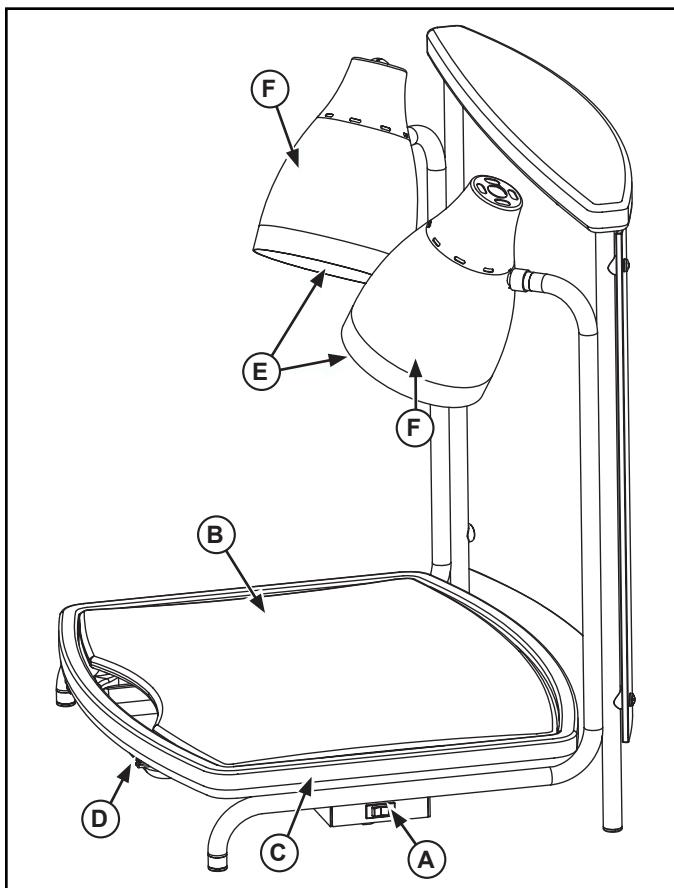

Figure 2. Caractéristiques et commandes.
1. Placez la station de découpage concave à la verticale, comme illustré à la figure 2.
2. Insérez la base de la planche à découper (C), la planche à découper (B) et la lèchefrite (D), comme illustré à la figure 2.
- Enlevez la planche à découper (B), sa base (C) et la lèchefrite (D) (Figure 2).
- Dans un bac ou un évier propre, faites tremper et lavez la planche à découper (B), sa base (C) et la lèchefrite dans une solution d'eau chaude propre et de solution désinfectante compatible avec les aliments correctement diluée.
- Enlevez les composants du bac ou de l'évier et laissez-les sécher à l'air. À la place, vous pouvez aussi laver la planche à découper (B), sa base (C) et la lèchefrite dans un lave-vaisselle commercial.
- Placez l'interrupteur de marche/arrêt (A) en position Arrêt (Figure 2).
- Enlevez la lampe chauffante (E) en la dévissant de l'abat-jour (F). Utilisez uniquement des lampes chauffantes incassables. Vollrath recommande :